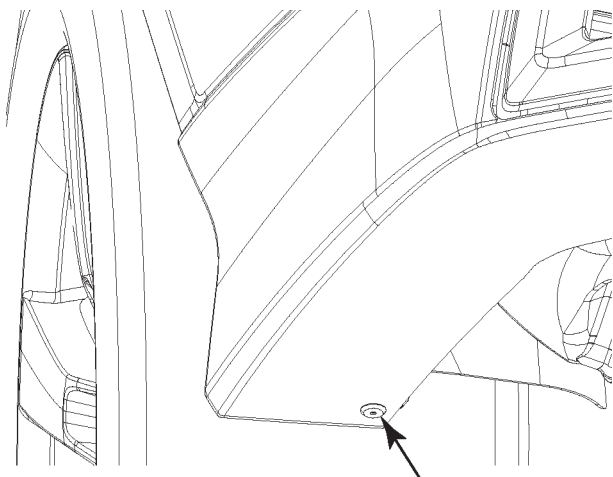

FIGURE 19
30. À l'aide des rivets, fixer le diffuseur arrière au support de passage de roue. Se reporter à la Figure 19.